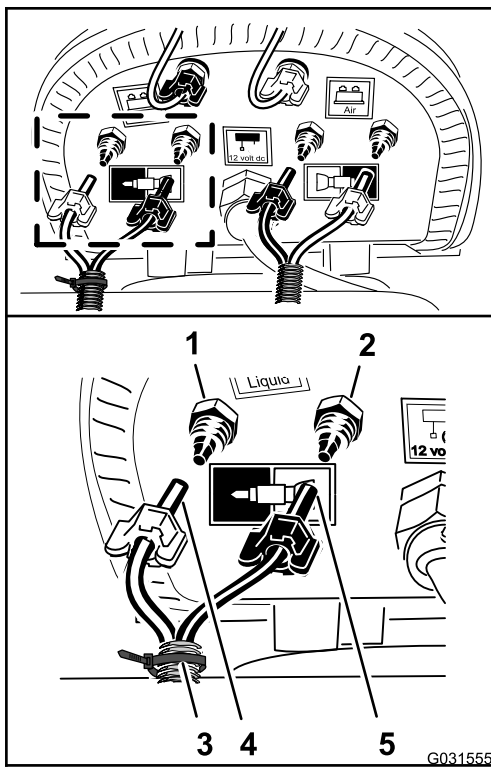

Bild 142
- Montieren Sie die Schläuche mit dem Kabelbinder, den Sie in Schritt 9 in Vorbereiten der neuen Schläuche für die Schaummarkiererdüsen \(Seite 16\) vorbereitet haben, und fluchten Sie den blauen Schlauch für den rechten Sprühabschnitt mit dem Druckanschlussstück für den Wasserkreislauf des rechten Sprühabschnitts aus (Bild 142).
2. Befestigen Sie die Druckmutter für den Schlauch auf dem Anschlussstück und ziehen die Mutter mit der Hand an (**Bild 142**).
3. Fluchten Sie den durchsichtigen Schlauch für den rechten Sprühabschnitt auf dem Druckanschlussstück für den Luftkreislauf für den rechten Sprühabschnitt aus (**Bild 142**).
4. Befestigen Sie die Druckmutter für den Schlauch auf dem Anschlussstück und ziehen die Mutter mit der Hand an (**Bild 142**).